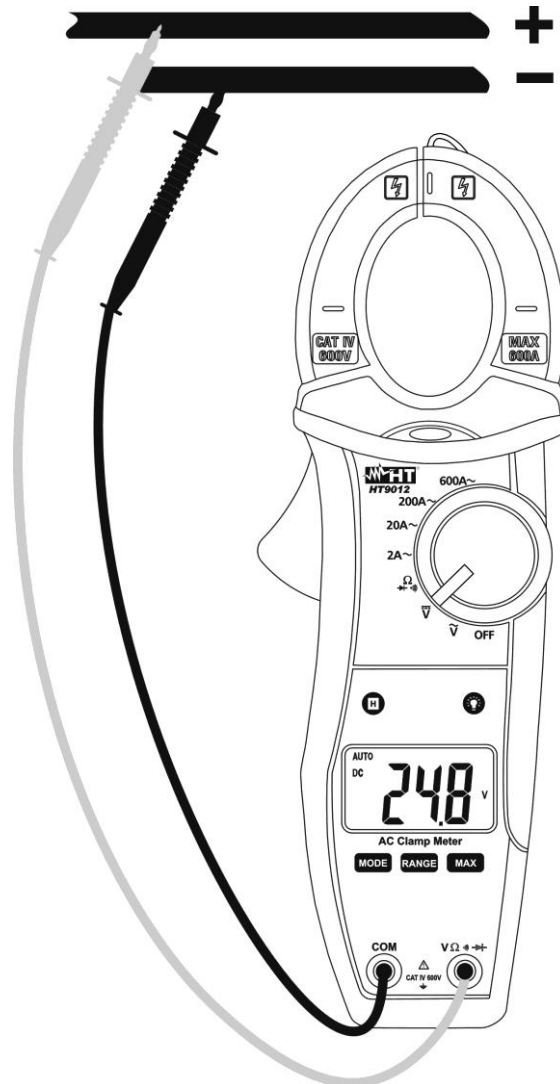

Fig. 3: Uso da pinça para medição de Tensões CC
3. Inserir o cabo vermelho no terminal de entrada **V** (com linha sólida) e o cabo preto no terminal de entrada **COM** (ver Fig. 3)
6. A visualização do símbolo "-" no display do instrumento indica que a tensão tem sentido oposto em relação à ligação da Fig. 3